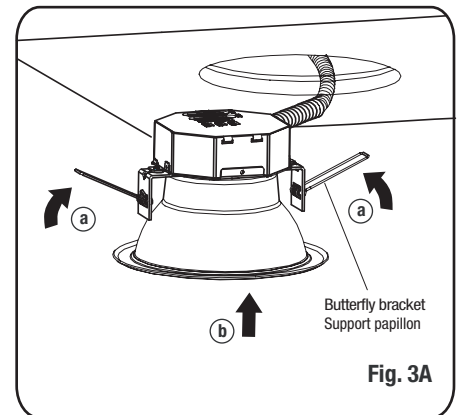

Fig. 3A
6. Bend the butterfly brackets of the luminaire LED Trim and insert it into false ceiling opening (Fig. 3A).
6. Plier les supports papillon du luminaire à DEL et insérer-la dans l'ouverture du plafond (Fig. 3A).